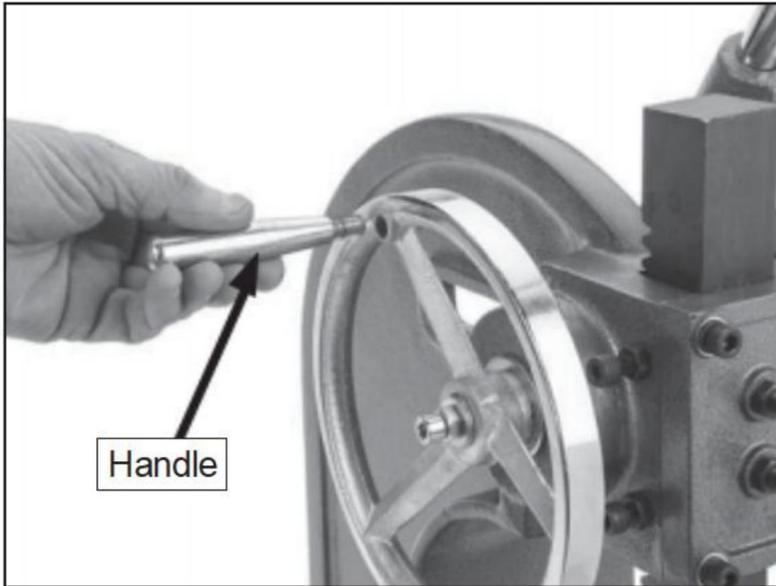

Abbildung 6. Anbringen des Griffs am Handrad.
1. Befestigen Sie den Handradgriff am Handrad (siehe **Abbildung 6**).